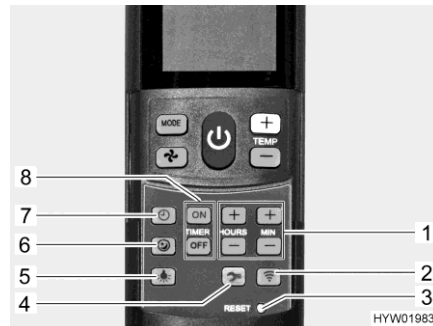

Fig. 188 Mando a distancia con teclas de ajuste (instalación de aire acondicionado)
- Pulsar la tecla Marcha suave (Fig. 188,6). Entonces, el ventilador funcionará a baja velocidad en el funcionamiento de refrigeración y, de esta manera, de modo particularmente silencioso.
- Pulsar la tecla Hora (Fig. 188,7).
- Ajustar las horas y los minutos con las teclas (Fig. 188,1).
- Pulsar la tecla "ON" (Fig. 188,8).
- Pulsar las teclas para el ajuste de la hora (Fig. 188,1) hasta que se haya alcanzado el lapso de tiempo hasta la conexión.
- Pulsar la tecla "OFF" (Fig. 188,8).
- Pulsar las teclas para el ajuste de la hora (Fig. 188,1) hasta que se haya alcanzado el lapso de tiempo hasta la desconexión.
- Volver a pulsar la tecla "ON" o la tecla "OFF" (Fig. 188,8).
- Pulsar la tecla Luz (Fig. 188,5). La iluminación será conectada con el nivel de atenuación ajustado más recientemente.
Atenuar la iluminación: ■ Pulsar la tecla Luz (Fig. 188,5) y mantenerla pulsada hasta que se alcance la luminosidad deseada.
Desconectar la iluminación: ■ Pulsar la tecla Luz (Fig. 188,5).
- ▷ La tecla Instalación (Fig. 188,4) se usa para conectar el mando a distancia con la instalación de aire acondicionado durante la primera puesta en funcionamiento.